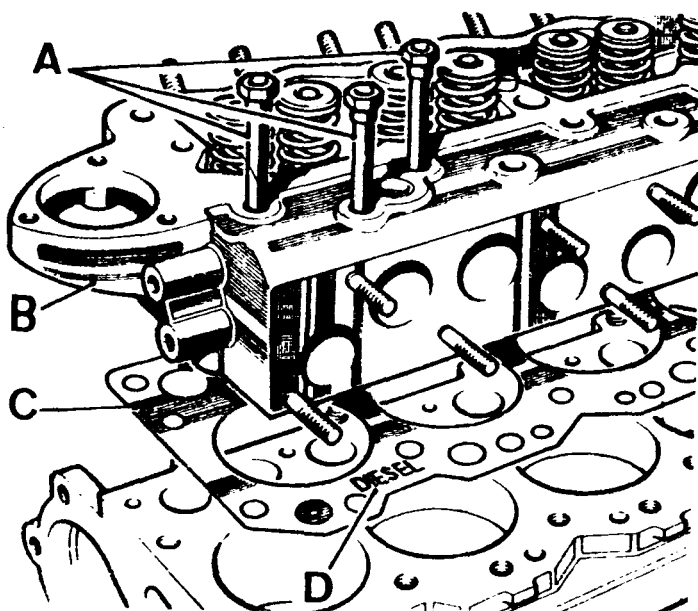

Fig. A1-67 Desmontaje de la culata y su junta
- 1.10. Desmontar los tornillos, A (Fig. A1-67) que fijan la culata al bloque y extraer la culata, B, y su junta, C.
- 2.2. Limpiar perfectamente las caras de asiento de la culata y del bloque. Colocar la junta, C (Fig. A1-67) sobre la cara de asiento del bloque, situando el letrero, D (Fig. A1-67) DIESEL hacia arriba.
- 2.3. Montar la culata, fijándola con sus tornillos, A (Fig. A1-67), sin apretar definitivamente.